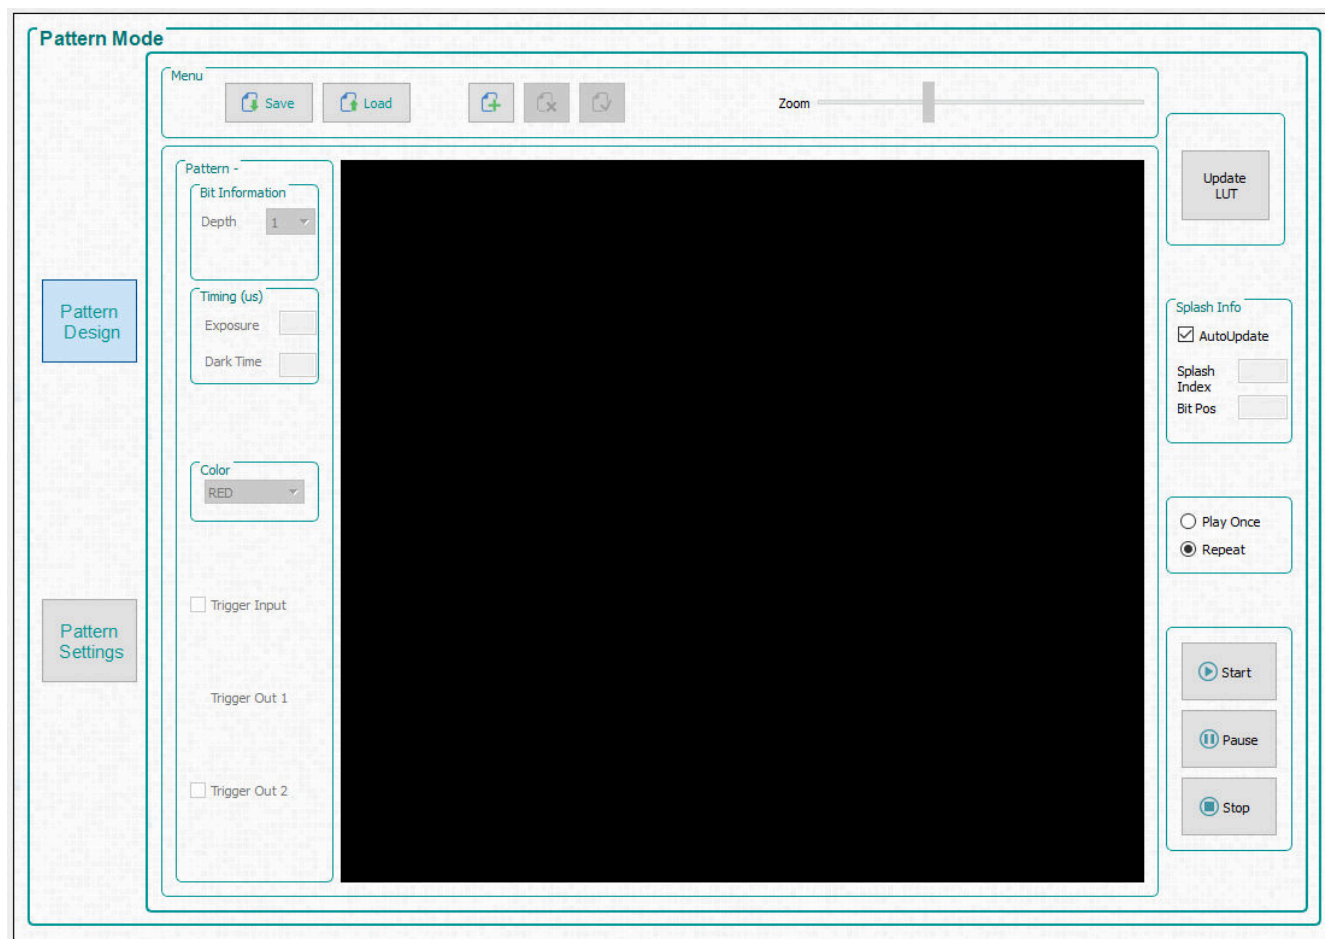

図 2-1. [Pattern Mode] パネル
1. [Operating Mode] グループ ボックスで [Pattern On-The-Fly Mode] を選択してから、[Pattern Design] ボタンをクリックすると、図 2-1 に示すようなパネルが表示されます。